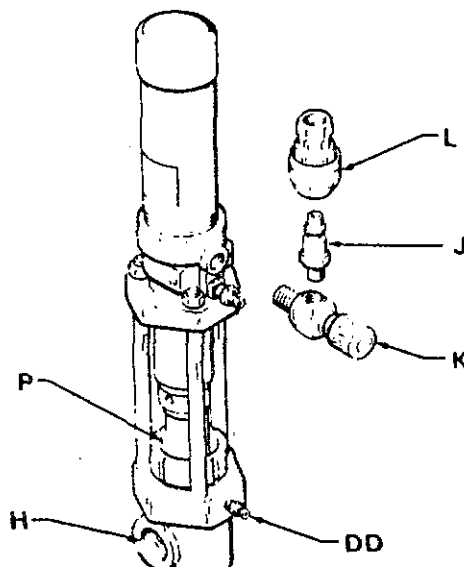

Fig. 3
Fyll våtkoppen (P) till hälften med Graco Throat Seal Liquid (TSL) eller kompatibelt lösningsmedel och håll den halvfull för att inte vätska ska torka på kolstängens och skada pumpens halspackningar. Se fig 3.
Smörj halspackningarna regelbundet när du arbetar med en icke-smörjande vätska eller när du ställer undan pumpen för mer än några dagar. Vissa pumpar har en smörjnippel (DD) för ändamålet. Se fig 3.
Kontrollera packningsmuttern (P) då och då. Den ska vara så hårt åtdragen att läckage förhindras, men inte mer. Se fig 3.